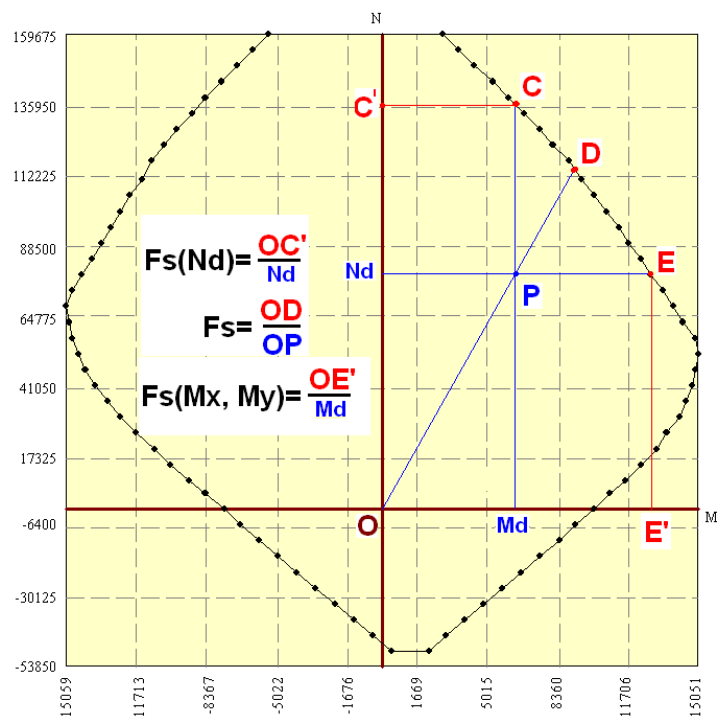

figura 2)
1. per aumento proporzionale delle tre componenti di sollecitazione N_d , M_{xd} , M_{yd} , vedi figura 2;
4. per aumento della sola componente N_d ($M_{xd}=\text{cost}$, $M_{yd}=\text{cost}$) vedi figura 2;
6. per aumento contemporaneo di M_{xd} , M_{yd} ($N_d=\text{cost}$) vedi figura 2;